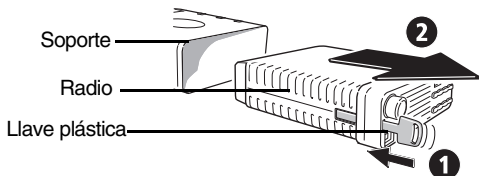

Figura 2: Desmontaje de la Armadura de Soporte del T2000II
- 1 Para desmontar la cubierta de la radio, inserte la llave plástica en la ranura junto al control de encendido, luego deslice la cubierta sujetando la parte frontal de la radio, como se muestra en la figura 2.